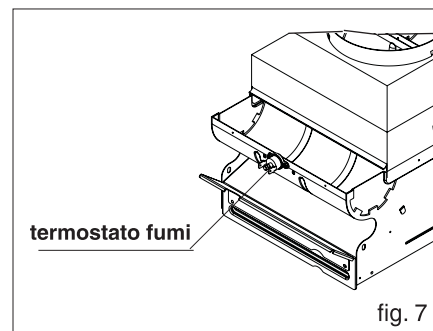

fig. 7
**Per ripristinare il funzionamento dell'apparecchio è necessario premere il pulsante termostato fumi (fig. 7) con l'ausilio di un cacciavite, quindi chiudere e riaprire il rubinetto dell'acqua calda.**